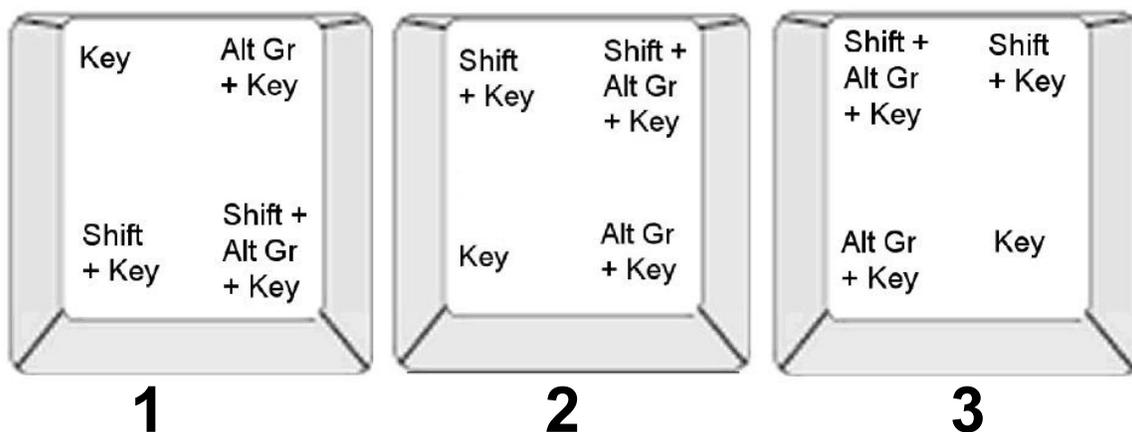

Abbildung 4-1. Tastenkombinationen
Tastencaps zeigen Zeichen in einer von vier Positionen an (siehe Figure 4-1). Die Zeichenposition auf der physikalischen Taste zeigt an, wie die Zeichen mit der **<Umschalt->** und **<Alt Gr->**Taste aufgerufen werden können.
2. Geben Sie die entsprechende Tastenkombination ein (siehe Figure 4-1). In der Tabelle sind Beispiele für Tastenkombinationen aufgeführt.